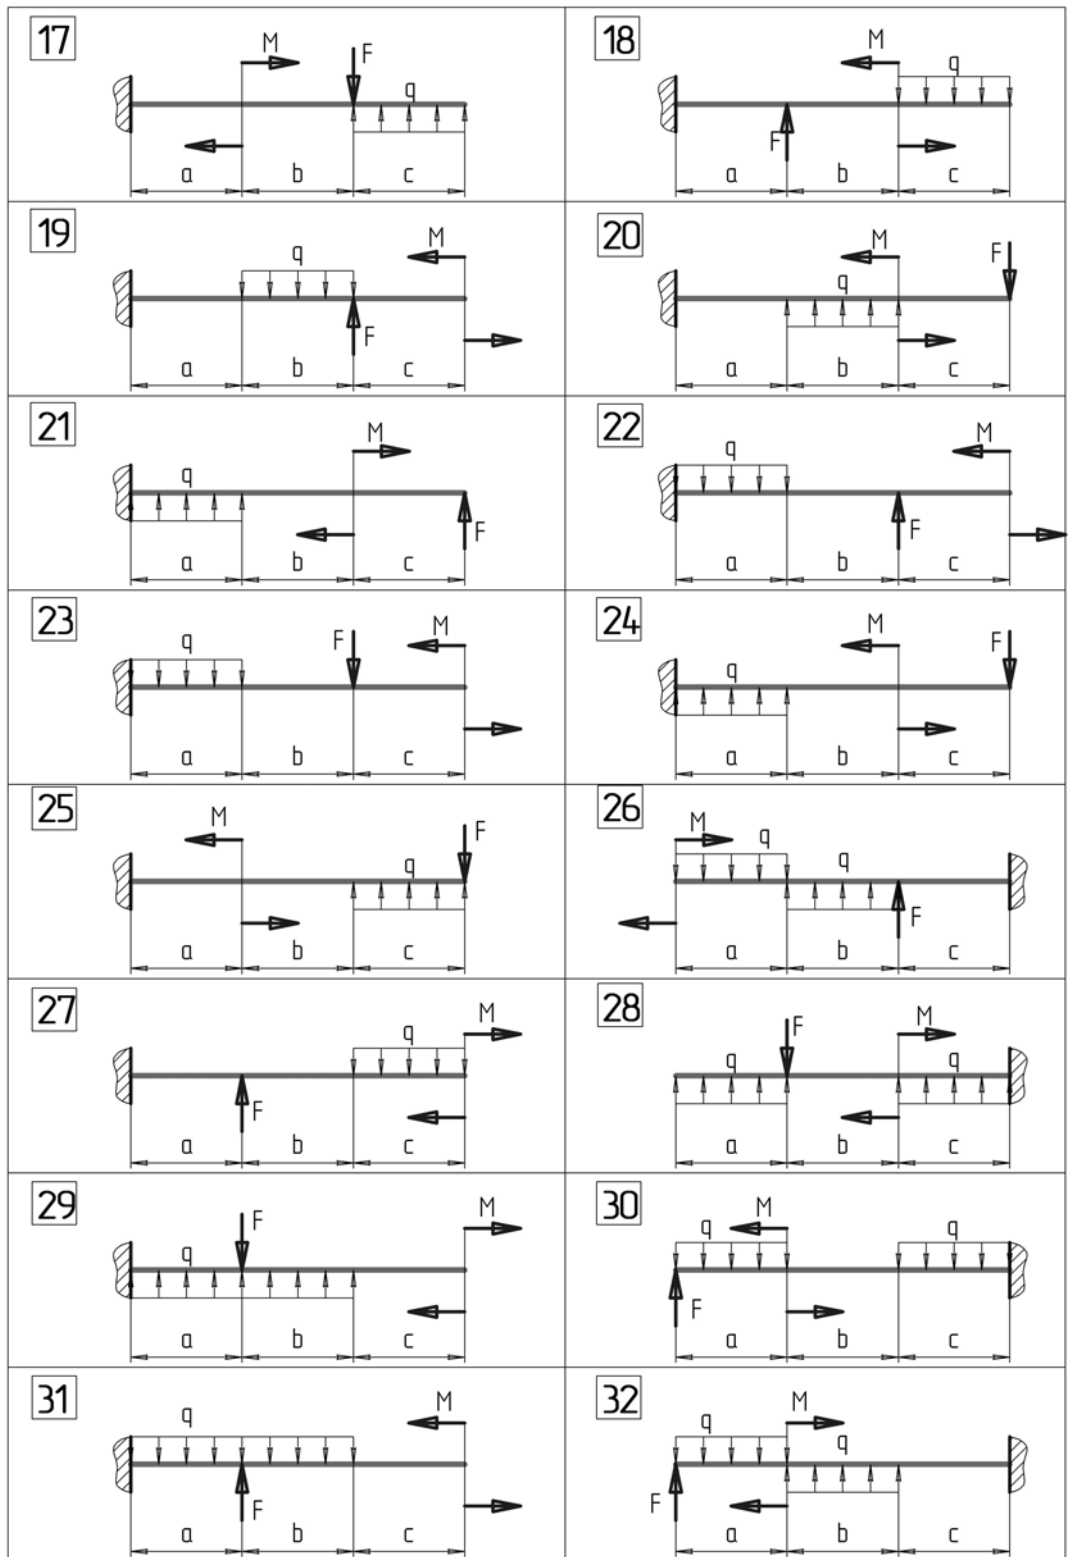

Рис. 3. Схема нагружения консольной балки
**Задание 3.** Из условия прочности подобрать круглое поперечное сечение консольной стальной балки. Вычислить напряжение в опасном сечении балки и построить эпюру напряжения. Схема нагружения балки показана на рис.3. Данные для расчетов приведены в табл. 1